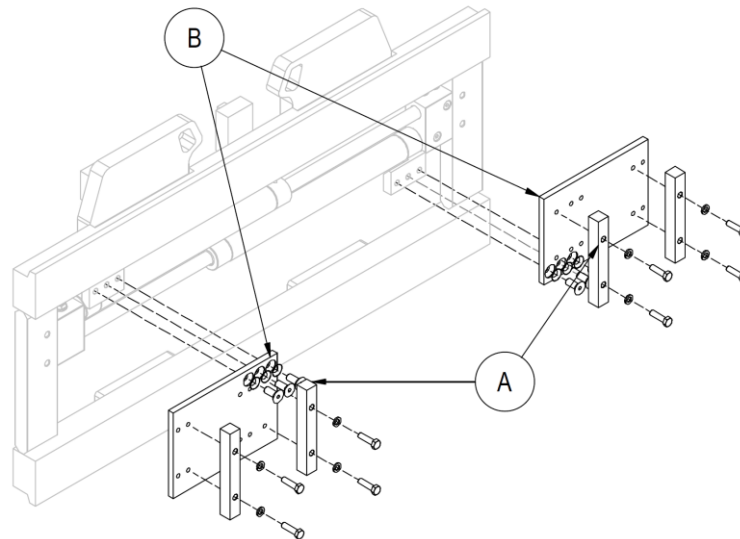

Figura 27
2. Después de haber quitado las horquillas (mira 7.2 a pag. 31), quitar los topes de las horquillas **A** y luego las placas de transmisión **B** (mira *Figura 27*; en las siguientes figuras solo se indica el equipo 575, el procedimiento para quitar los cilindros a caja viajante es el mismo para todos).